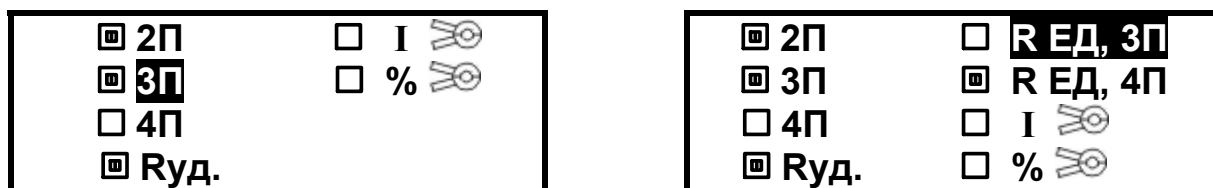

Рисунок 2.3.1 - Опция «НАБОР РЕЖИМОВ» для ИС-10 и ИС-10/1 соответственно
- в опции «НАБОР РЕЖИМОВ» – установка доступных режимов измерений для оперативного выбора при работе (см. рисунок 2.3.1). Режимы, которые могут быть